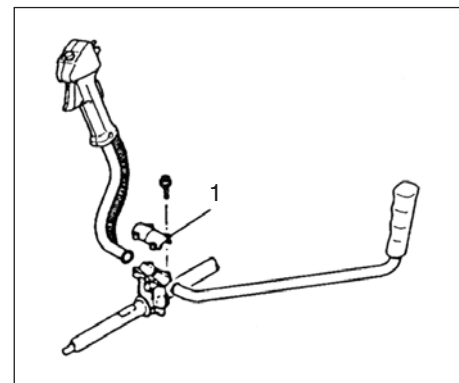

Fig. 1-2
Anbringung des Handgriffes (Fig. 1-2)
Den Griffhalter (1) von der Einheit abnehmen. (Fig. 1-2)